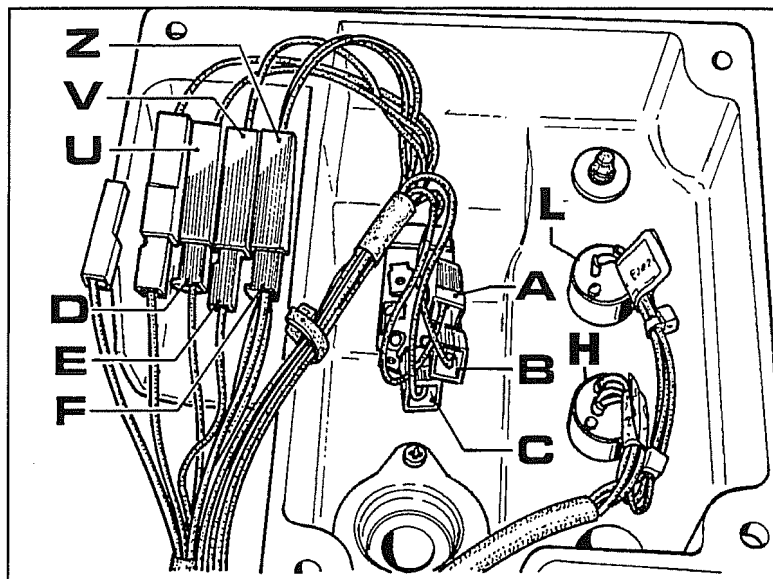

Fig. 43
5. Per effettuare l'esclusione occorre rimuovere la scatola supporto reostati situata sul parafango destro, quindi capovolgerla come in fig.43.
6. Prima di scollegare i cavi **A-B-C** della centralina dall'interruttore alza/abbassa, verificare il loro accoppiamento che deve essere il seguente (vedi fig.43):